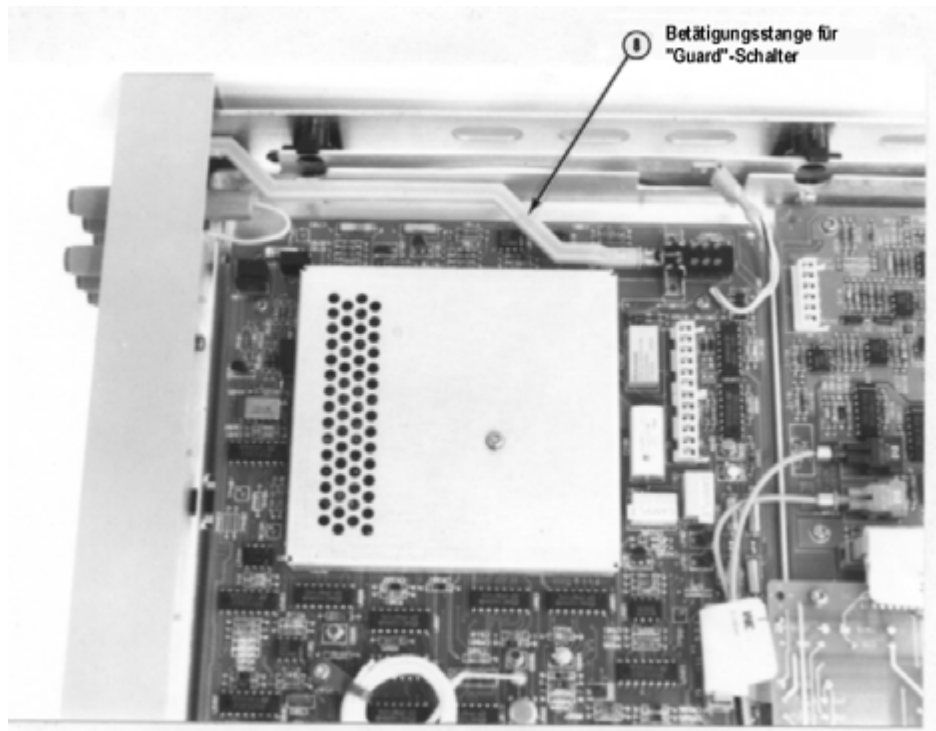

Abbildung C-6 Innenansicht des 3458, von unten
- 2 **Abbildung C-6** zeigt die Position der Betätigungsstange für den "Guard"-Schalter. Ziehen Sie die Betätigungsstange heraus. Eventuell müssen Sie die Betätigungsstange mit Hilfe eines kleinen Längsschlitzschraubendrehers lockern. Bringen Sie den Schalter in die gewünschte Stellung.